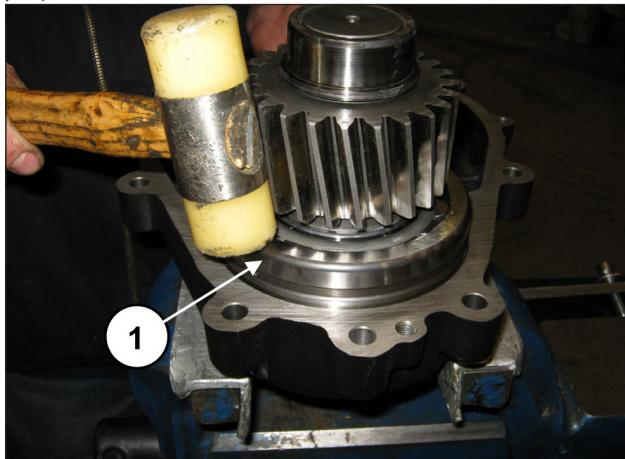

Рис. 87
Установите предварительно собранную шестерню на свое посадочное место в крышке редуктора с помощью ударной массы (поз. ①, Рис. 87).